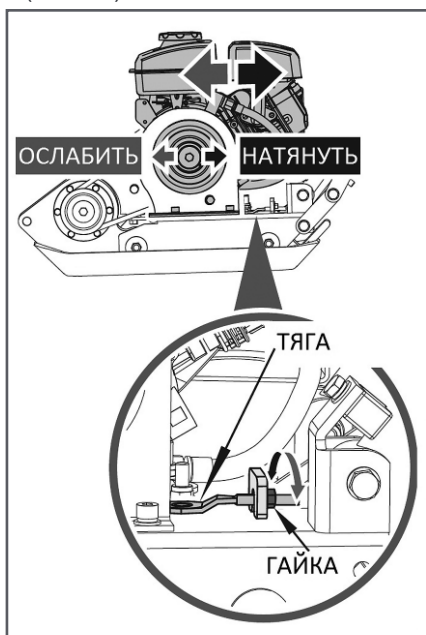

Рис. 30 Регулировка натяжения ремня РС5332F
- для натяжения ремня закрутите гайку тяги натяжного устройства (Рис. 30);
- для ослабления ремня открутите гайку тяги натяжного устройства и сдвиньте двигатель к вибратору (Рис. 30).